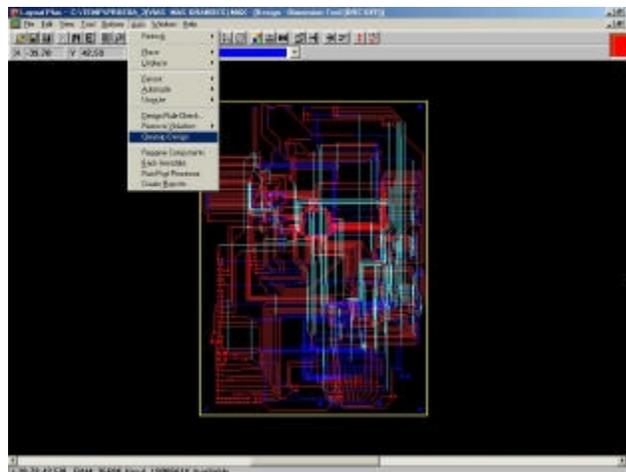

Figura 4.31 Limpieza del Diseño.
- 1 En el Menú *Auto* seleccione *Cleanup Design* (ver figura 4.31).